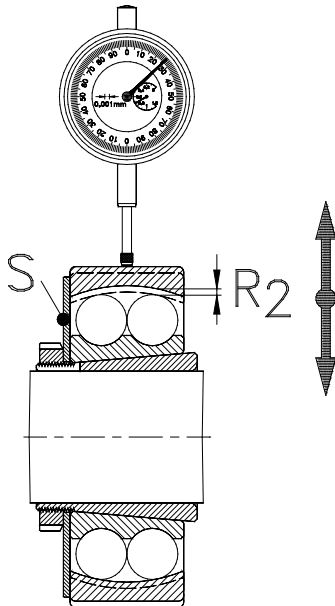

Abb. 10.15
Eine **direkte** Kontrolle der Endluft bei einem montierten Lager erfolgt entweder durch eine **Messuhr** (siehe Abb. 10.15) oder, speziell bei größeren Pendelrollenlagern durch **Fühllehren**.
Beim Einsatz von Messuhren (siehe Abb. 10.15) wird diese gegen den Außenring des montierten Lagers angestellt. Bei selbsteinstellenden Lagern wie Pendelkugellager und Pendelrollenlager empfiehlt sich zur Vereinfachung des Messvorganges die Verwendung einer **Stützscheibe (S)** um ein Ausschwenken des Außenringes während der Messung zu vermeiden.